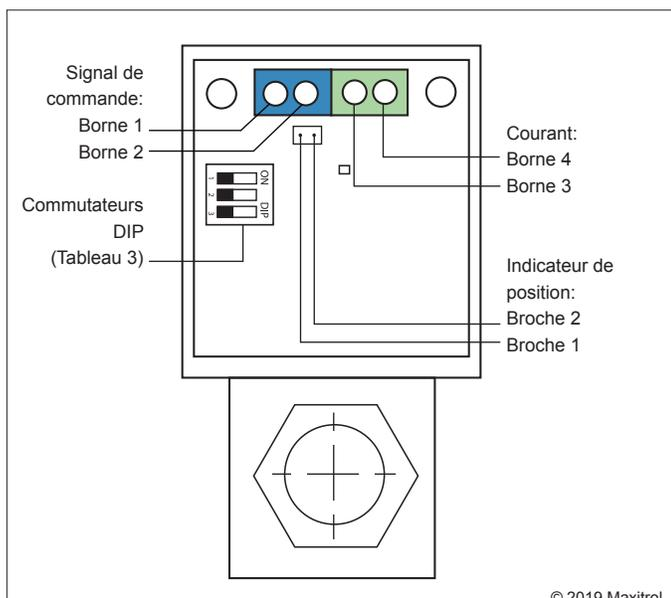

Figure 2: Connexions de la Série de Vannes Modulantes EXA
Il y a six raccordements électriques sur la vanne EXA. Deux (2) sont pour l'alimentation, deux (2) sont pour le signal de commande et deux (2) sont pour le contrôle de position (voir figure 2, page 2).
Un commutateur DIP à trois (3) positions est situé sur la carte de circuit imprimé (PCB) (voir Figure 2). Sélectionner le type de signal en changeant la position des commutateurs DIP. (Pour la position du commutateur DIP et les gammes de courant/tension correspondantes, voir le Tableau 3).
- Étape 3: Raccorder la source de courant coupée 24V (CA/CC) aux bornes 3 et 4. Observer la polarité lorsqu'on utilise une source de courant CC ou si une jambe d'un transformateur CA secondaire est mis à la terre extérieurement ou bien si partage la courant avec un autre dispositif demi-onde (voir figure 2, page 2).
- Étape 5: Connecter le signal de commande aux bornes 1 et 2. Observer la polarité. Noter que le retour, ou la masse du signal, doit être connecté à la borne 2 (voir figure 2, page 2).